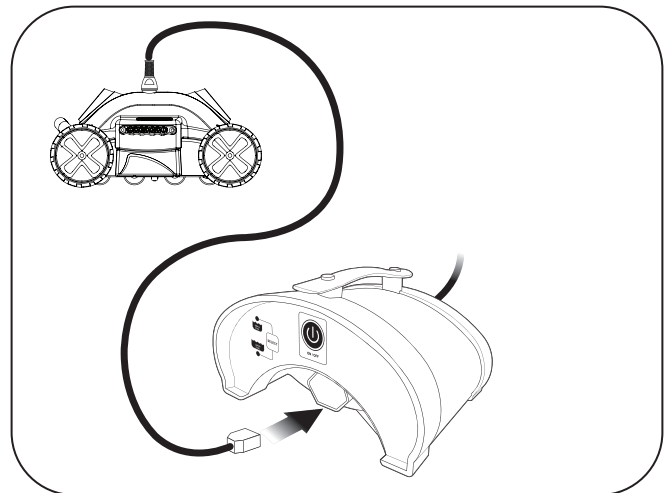

Figure 2. Brancher le câble d'alimentation
2. Redresser le câble flottant. Soulever le rabat sur la prise d'alimentation et brancher le câble d'alimentation (Figure 2).